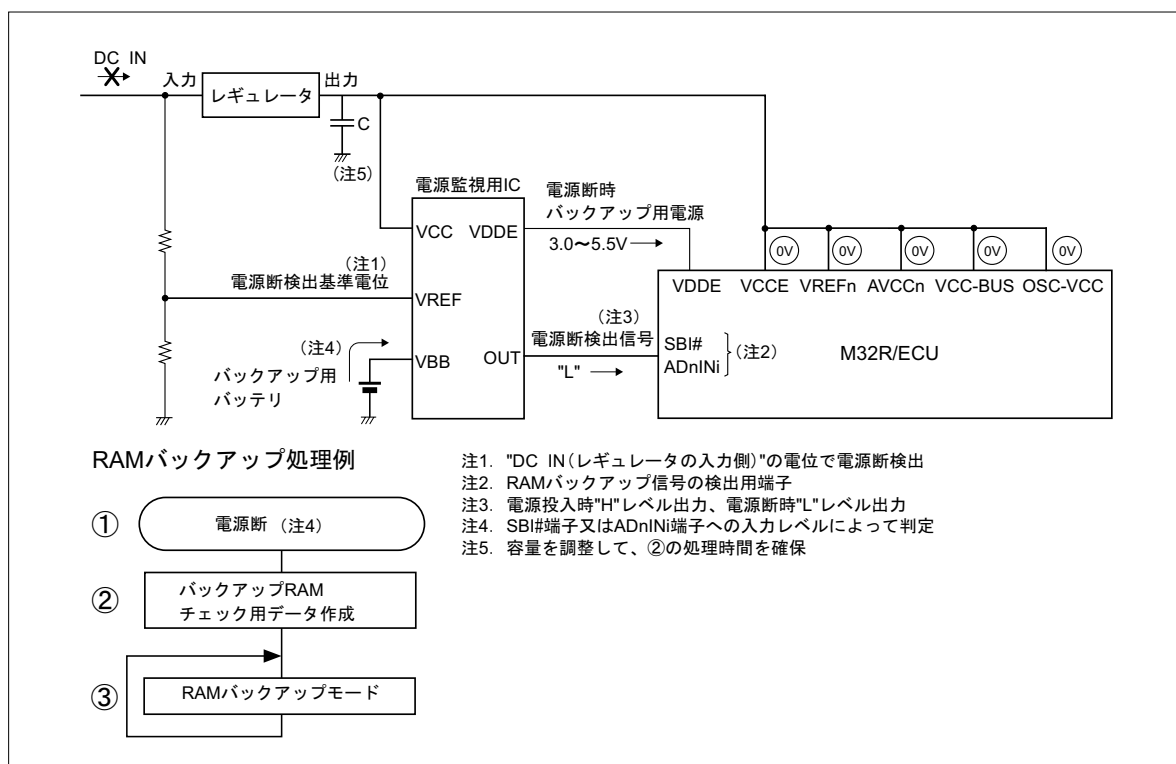

図17.2.3 電源断時のRAMバックアップ時の状態
図17.2.3に電源断時のRAMバックアップの状態を示します。電源オフすると電源監視用ICによって、バックアップ用バッテリーから電流が供給されます。また、電源監視用ICの電源断検出信号端子から"L"レベルが出力され、SBI#端子またはADnINi端子は"L"レベルになりRAMバックアップ信号の発生となります(図17.2.3の)。電源断検出判定は、電源断時のソフトウェア処理時間を確保するため、必ず"DC IN(レギュレータの入力側)"の電位で行う必要があります。
(1)RAMバックアップモードから通常モードに復帰したときに、RAMのデータが正常に保存されていたかのチェック用データを作成(図17.2.3の)
(1)の設定後、VCCへの電流の供給が無くなると、VDDE端子は3.0V~5.5V、その他の端子は0Vになり、M32R/ECUはRAMバックアップモードになります(図17.2.3の)。